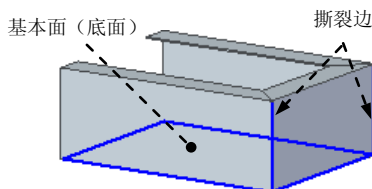

图 8.6.15 定义变换特征
(1) 选择命令。选择下拉菜单  **变换为钣金** 命令。
(2) 定义基本面。选取图 8.6.15 所示的模型表面为基本面, 然后在弹出的 “Solid Edge” 对话框中单击 **确定** 按钮。
(3) 定义撕裂边。选取图 8.6.15 所示的两条边线为撕裂边。
(4) 单击 **完成** 按钮, 完成特征的创建。